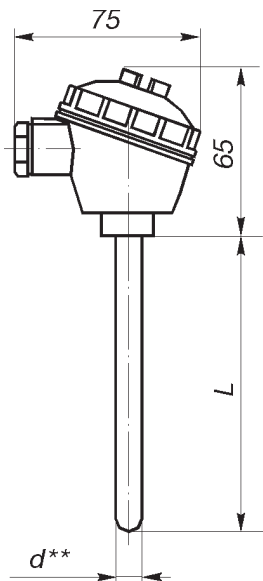

Рис. 13.
(ост. см. рис. 13)
**** Диаметр защитной арматуры d, мм (для рис. 13, 14, 15)**
13, 16	по рис. 13